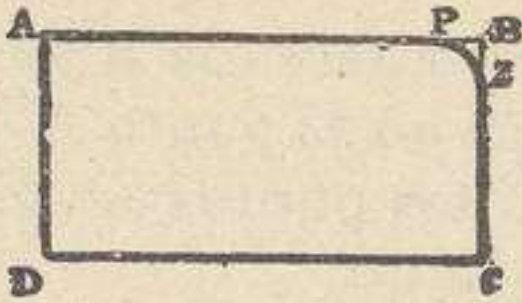

Fig. 92 ( $\frac{1}{6}$  del tamaño real).—Puño.
**Rectángulo A B C D.** — Se traza un rectángulo ABCD (fig. 92) que tenga de alto 6 á 8 cms. y de ancho el medio grueso de la mano más 2 cms.